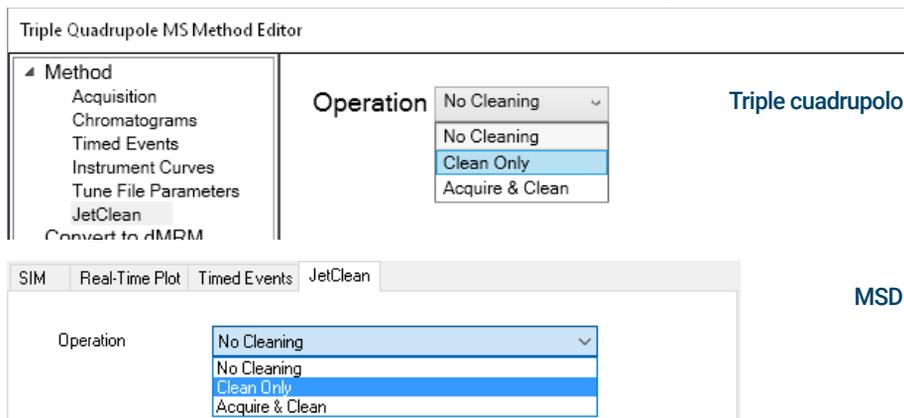

Figura 2 Editor de métodos: panel de selección de modo del sistema JetClean (arriba: triple cuadrupolo; abajo: MSD)
- 2 Haga clic en **JetClean** (JetClean). (Consulte la **Figura 2**).
- 3 Seleccione un modo en el menú desplegable **Operation** (Operación). (Consulte la **Figura 2**).
- 2 Seleccione **JetClean** (JetClean). (Consulte la **Figura 2** en la página 12).
- 3 Seleccione la opción **Clean Only** (Solo limpieza) del menú desplegable **Operation** (Operación). (Consulte la **Figura 2** en la página 12).